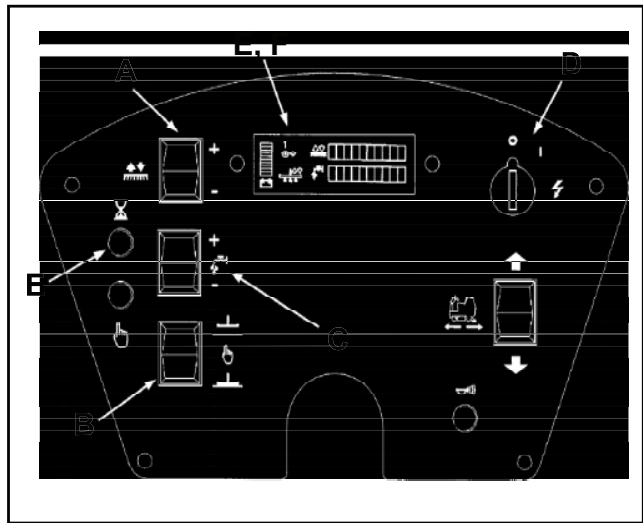

Abbildung 1
**Ein-/Aus-Schlüsselschalter (siehe Abbildung 1, Element D)**
**Schalter für Bürste Auf/Ab (siehe Abbildung 1, Element A)**
**Schalter für Wischgummi Auf/Ab (siehe Abbildung 1, Element B)**
**Stundenmesser (siehe Abbildung 1, Element E)**
**Akku-Spannungsmesser (siehe Abbildung 1, Element F)**
**Lösungsfluss-Regler (siehe Abbildung 1, Element C)**